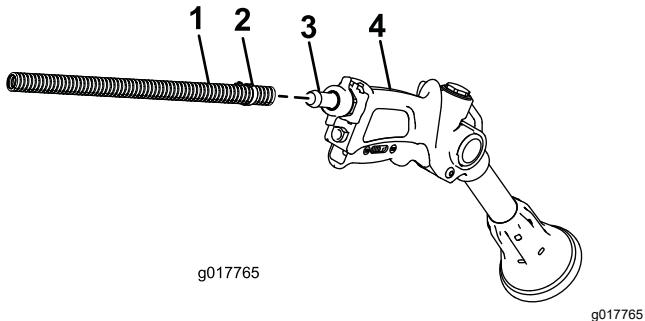

Bild 41
- Schließen Sie das freie Ende des langen Schlauches am Anschlussstück an der Spritzpistole an (Bild 41).